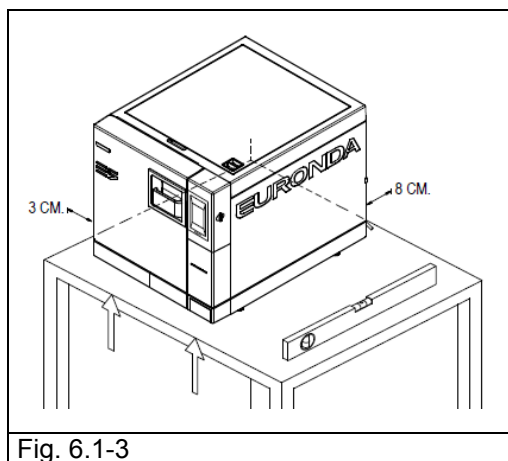

Fig. 6.1-3
- Colocar el aparato sobre una superficie plana y horizontal (Fig. 6.1-3).
- Dejar un espacio de al menos 8 cm en la parte trasera y 3 cm lateralmente al aparato para conseguir una aireación y una dispersión del calor suficientes (Fig. 6.1-3).